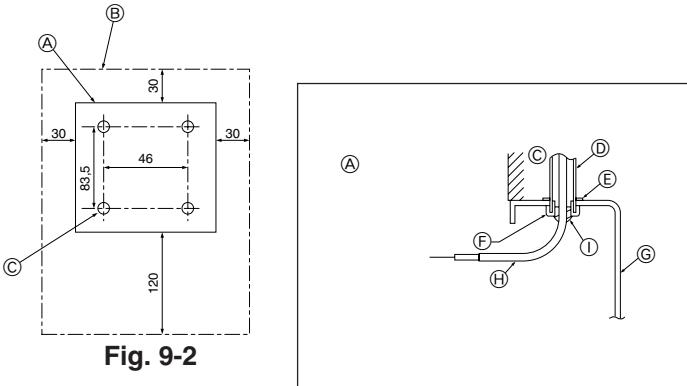

Fig. 9-2
- (1) Seleccione una posición adecuada para el control remoto. (Fig. 9-2)